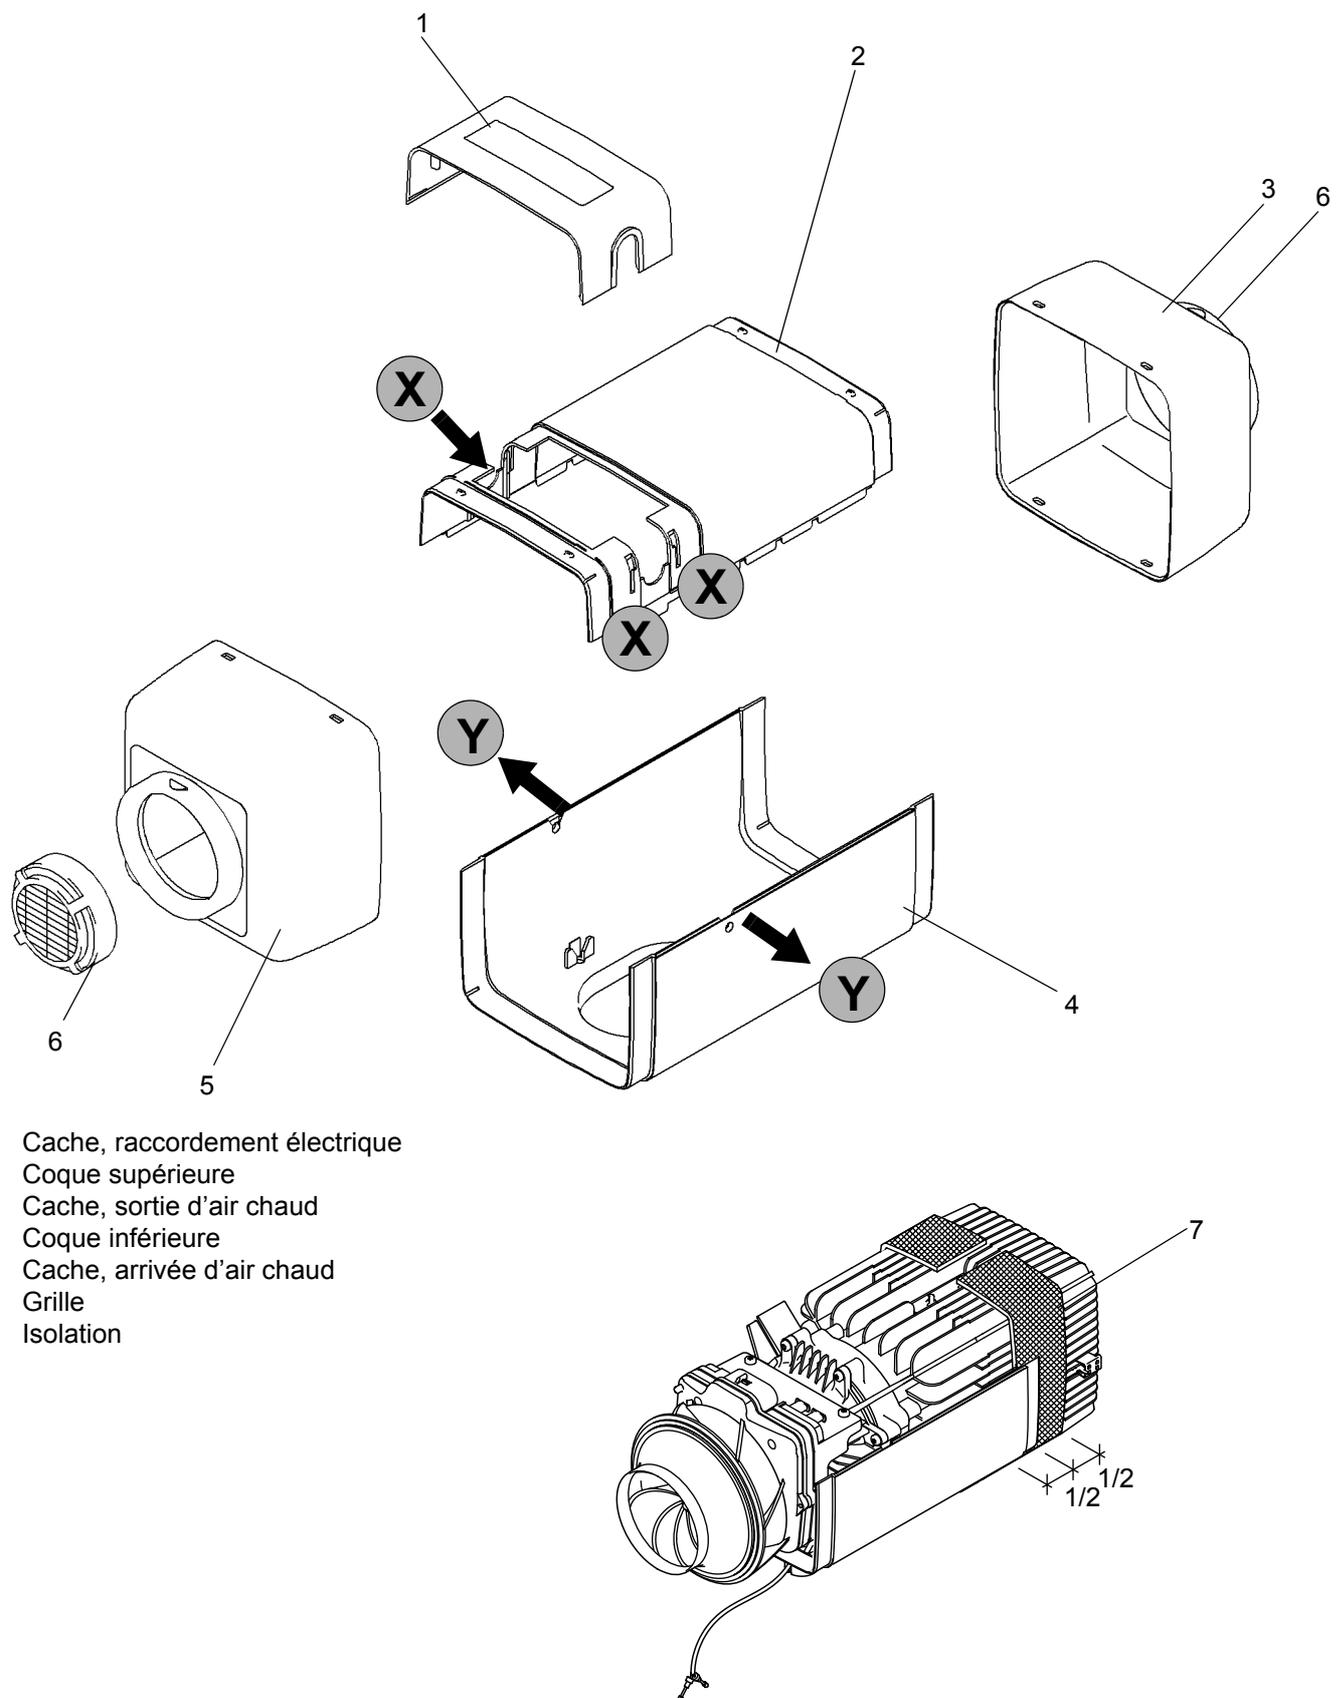

Figure 901, « Retrait / Installation des pièces du boîtier »
Le cache (1, figure 901) peut être retiré à l'aide d'une lame non coupante au niveau des zones (X).
Les grilles (6, figure 901) peuvent être dégagées de leur dispositif d'arrêt en les tournant et les tirant vers l'avant.
Les deux caches (3 et 5, figure 901) peuvent être dégagés et retirés de leur dispositif d'arrêt en enfonçant les 4 taquets situés dessus et dessous à l'aide d'un outil approprié.
La coque supérieure (2, figure 901) peut être ôtée après retrait des caches de l'arrivée et de la sortie d'air chaud.
L'isolation (7, figure 901) doit être fixée à l'appareil de chauffage uniquement grâce aux pièces du boîtier.
- Placer l'isolation (7, figure 901) de telle sorte que la moitié de la largeur de l'isolation arrive sous les coques (4 et 2) ou sous le cache de la sortie d'air chaud (3).
- Lors du montage de la coque supérieure (2), s'assurer que l'isolation est bien fixée.
1. S'assurer que l'isolation (7) est placée correctement sur l'échangeur thermique.
2. Étirer légèrement la coque inférieure (4, figure 901) sur les côtés et la poser sur l'appareil de chauffage par le dessous, jusqu'à ce que les pièces de fixation de l'appareil de chauffage s'enclenchent dans les trous de la coque.
1. Placer la coque supérieure (2, figure 901) sur l'appareil de chauffage et la fixer dans les rainures de la coque inférieure.
1. Faire glisser les caches (3 et 5, figure 901) jusqu'à ce que les 4 trous de fixation s'enclenchent correctement dans les taquets des caches supérieurs et inférieurs.
1. Placer les grilles (6, figure 901) sur les caches d'arrivée et de sortie d'air chaud et les fixer en les tournant.
1. Faire glisser le cache (1, figure 901) jusqu'à ce qu'il s'enclenche audiblement dans le cache supérieur.